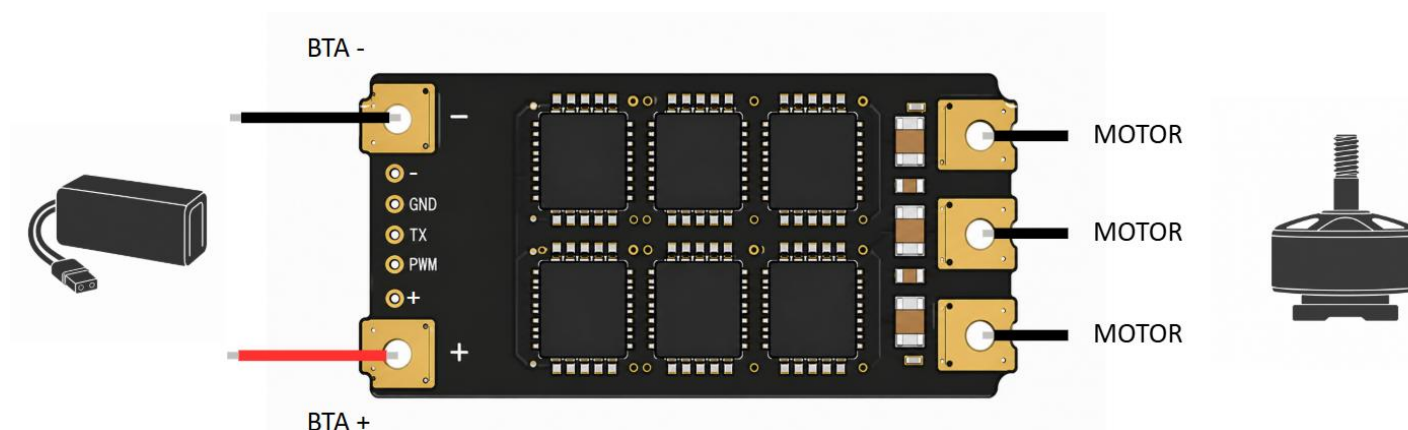

Fig.2. Diagrama de cableado
El ESC dispone de 3 pads de salida para un único motor, situados a lo largo del borde derecho de la placa (véase Fig. 2).
- Cables del motor: conecte los tres cables de fase de su motor a los tres pads de salida (véase Fig. 2). El orden de los cables no importa para el propio ESC; solo afecta al sentido de giro.